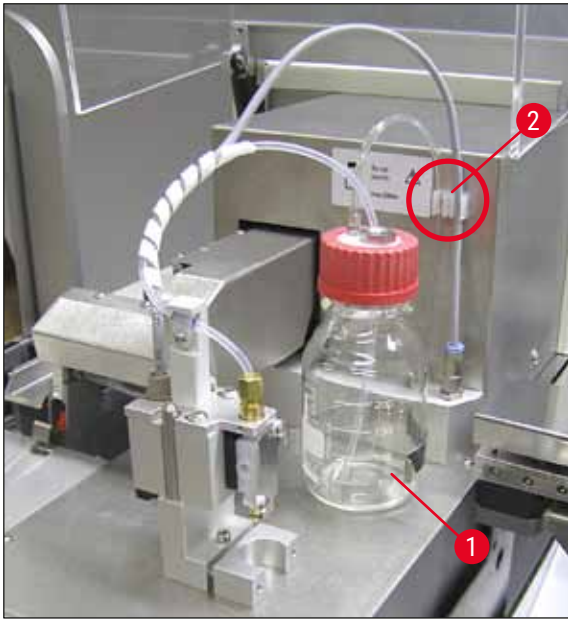

Fig. 12
6. Avvitare il coperchio (→ Fig. 10-5) sul flacone per montante (→ Fig. 12-1) e inserire quest'ultimo nel supporto (→ Fig. 12).